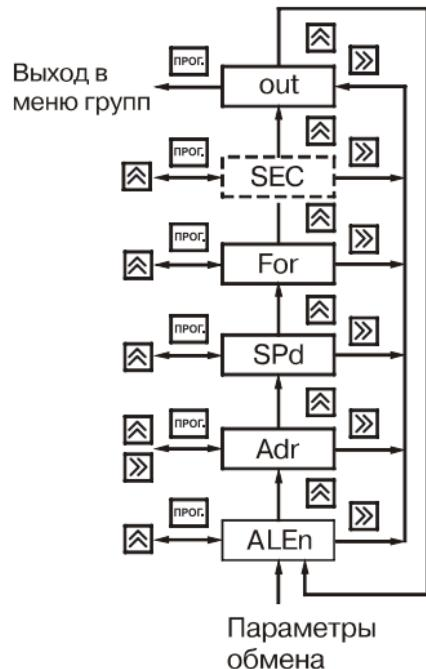

Рис. 27
6.1.10. Группа "ГруP_E" (рис. 27) предназначена для задания адреса прибора в сети **Аdr**, его разрядности **ALen**, скорости обмена **SPd** и формата посылки **For** при наличии в приборе интерфейса связи RS-485.